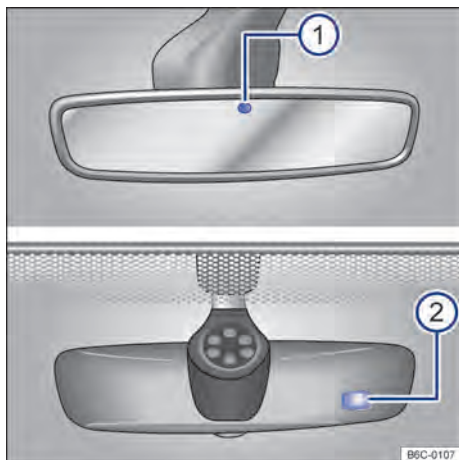

Fig. 79 En el parabrisas: espejo retrovisor interior antideslumbrante automático.
Con el encendido conectado, los sensores miden la incidencia de la luz detrás → **fig. 79** ⓘ por delante ②.